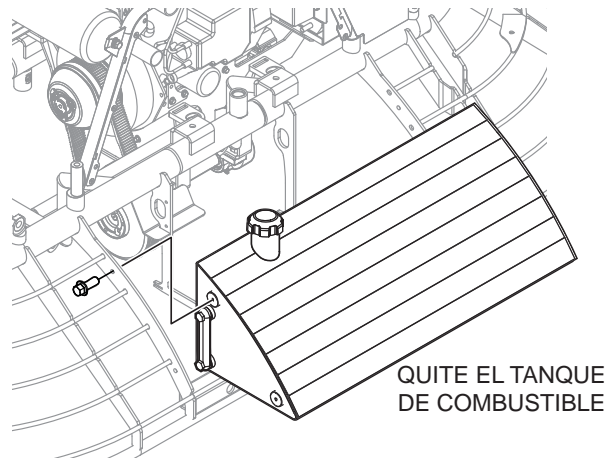

Figura 8. Retirada del tanque de combustible
4. Use un cubo de 13 mm para quitar los 4 pernos que sujetan el tanque de combustible al bastidor. Consérvelos para usarlos más adelante. Vea la Figura 8.